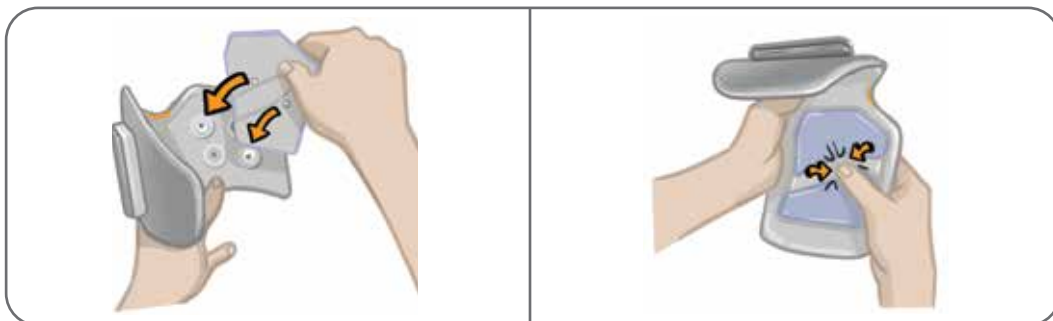

Bild 6-4: Inriktning och anslutning av snabbanslutningselektroden
5. Se till att manschettklickskydden är på plats. Rikta in de orange och blå klickfästena på snabbanslutningselektroden med de orange och blå kontakthålen på underbensmanschetten. Se bild 6-4.
6. Tryck hårt för att klicka fast snabbanslutningselektroden på underbensmanschetten. Se bild 6-4.